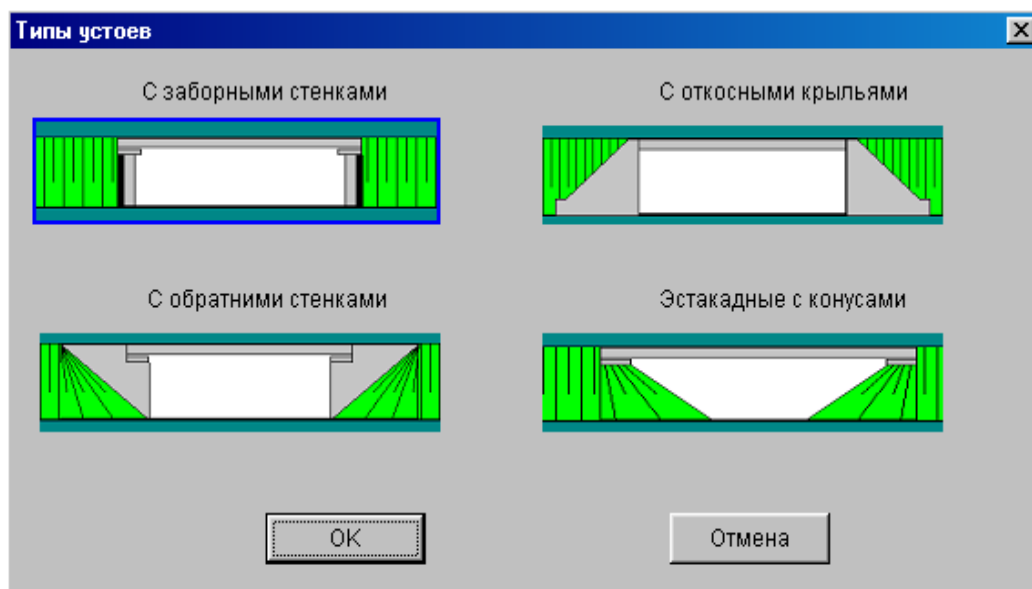

Рис. 14
- **Тип устоев** – ввод этого параметра выполняется через диалог **Тип устоев**, в котором помещены графические изображения малых мостов (рис. 14).